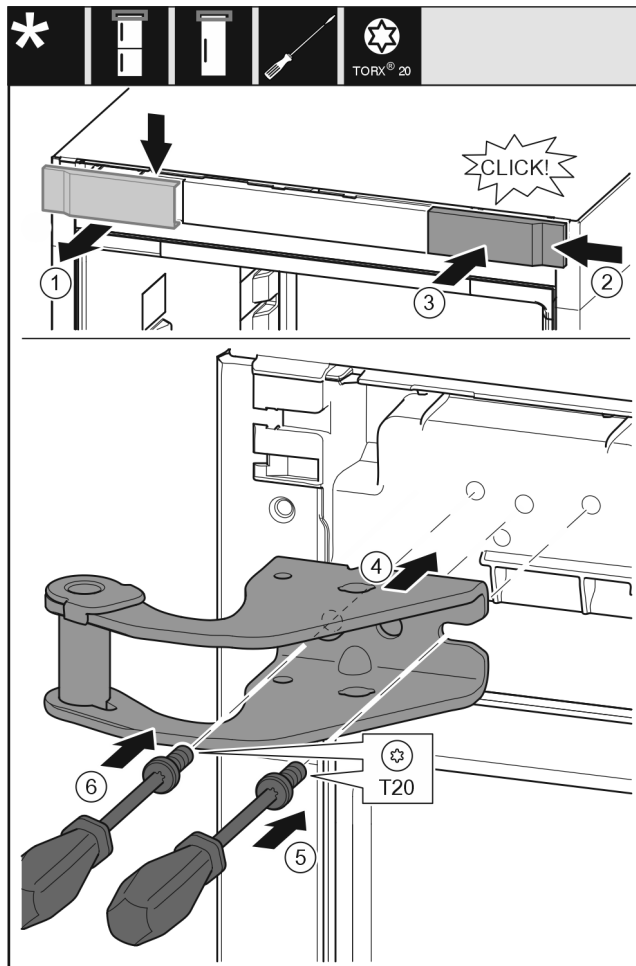

Fig. 13
- ▶ Retirer le cache du haut vers l'avant. Fig. 13 (1)
- ▶ Accrocher le cache tourné de 180° de l'autre côté à droite. Fig. 13 (2)
- ▶ Encliqueter le cache. Fig. 13 (3)
- ▶ Mettre en place le support de palier supérieur. Fig. 13 (4)
- ▶ Mettre en place la vis avec un tournevis T20 et la serrer. Fig. 13 (5)
- ▶ Mettre en place la vis avec un tournevis T20 et la serrer. Fig. 13 (6)